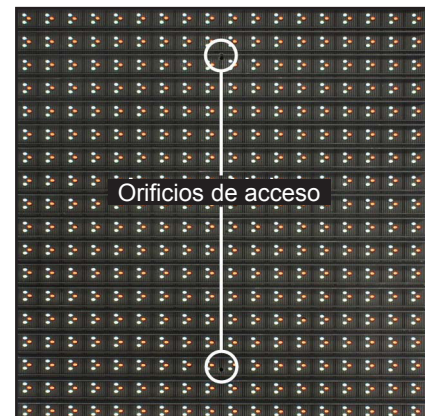

Figura 7: Orificios de acceso al módulo
1. Con una mano colocada en el frente del módulo, inserte la llave hexagonal de $1/8"$ en el orificio de acceso inferior. Consulte a la **Figura 7**.